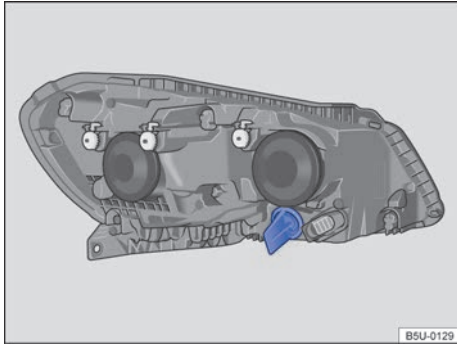
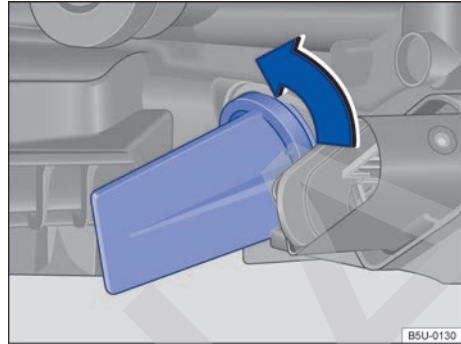

Fig. 178 En el compartimento del motor: ubicación de la lámpara incandescente del Indicador de dirección delantero.
Fig. 179 Portalámparas incandescente del Indicador de dirección delantero.
3. Girar el portalámparas ⇒ fig. 178, en el sentido de la flecha ⇒ fig. 179, y desencajarlo del alojamiento.
8. Presionar el portalámparas hasta el batiente y girar en el sentido contrario al de la flecha ⇒ fig. 179.